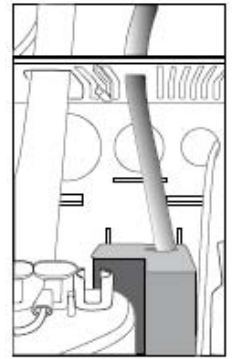

РИС.3.i
Для отвода конденсата из парораспределителя конденсатную трубку протягивают от парораспределителя до отверстия в верхней панели увлажнителя и вставляют в накопительный бачок (7) - см. Рис.1а и Рис. 3.i.